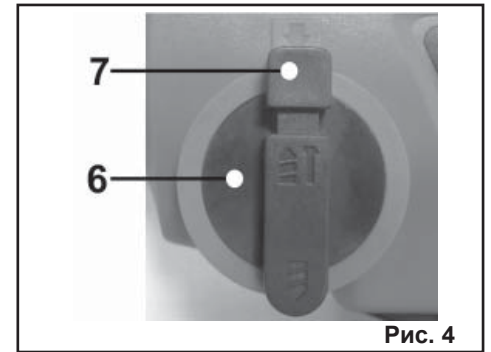

Рис. 4
**8.1. Сверление с осевым ударом (Рис.4).**
8.1.2. Нажав на кнопку (7) переключателя режимов (6), поверните переключатель режимов (6) в положение «сверление с осевым ударом» согласно Рис.4.